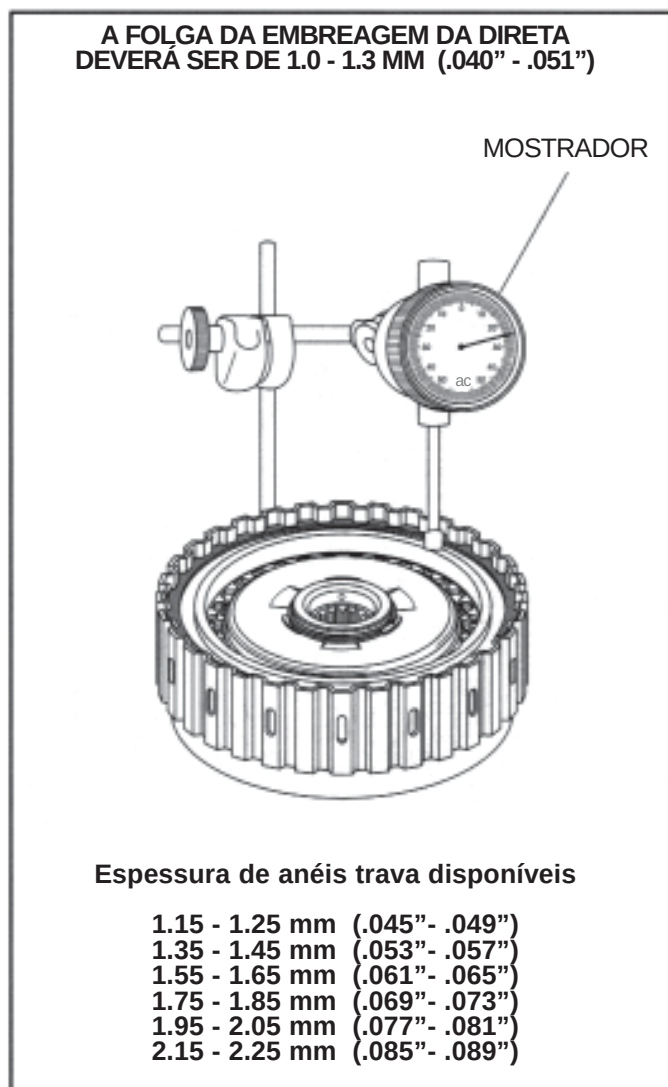

Figura 79
13. Instale o mostrador, conforme ilustrado na Figura 79, com o êmbolo descansando sobre a placa traseira e a marca zero no mostrador.
15. A folga do pacote de embreagem deverá ser de 1.0 a 1.3 mm (.040" a .051"), conforme ilustrado na Figura 79.